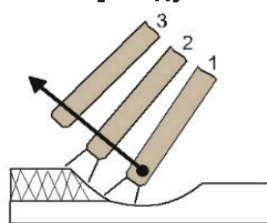

Рис. 3
- При завершении шва отведите электрод немного назад, чтобы заполнилась сварочная ванна, а затем переместите электрод на верхний край сварочной ванны (1 – 2 рис. 3) и быстро отведите от кратера (3 рис. 3).